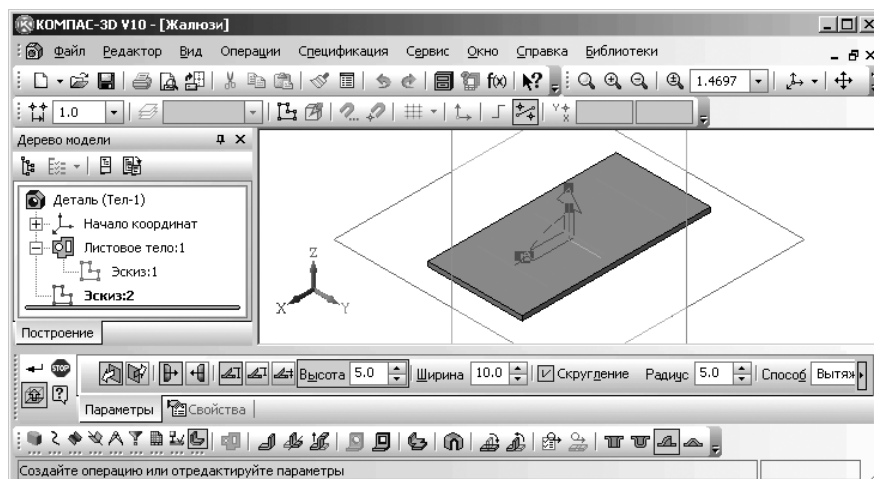

Рис. 7.84. Главное окно системы с фантомом жалюзи и **Панелью свойств: Жалюзи**
- щелкните на **Компактной панели** по кнопке – **Жалюзи**. Появится **Панель свойств: Жалюзи** и фантом одной жалюзи (рис. 7.84).
- щелкните в контекстном меню по пункту **Редактировать**. Система перейдет в режим редактирования жалюзи. Появится **Панель свойств: Жалюзи** и фантом одной жалюзи (см. рис. 7.84);